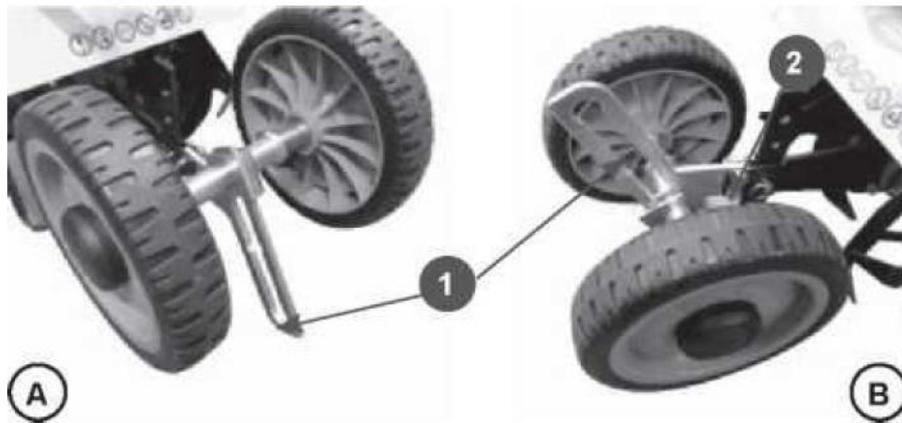

Рис. 2
УВАГА: з заводу культиватор поставляється з направляючою регулювання висоти коліс (1), встановленою регулюючим пазом з отворами вниз (транспортувальне положення Рис. 2А). При початковій збірці культиватора необхідно направляючу встановити пазом вверх (Рис. 2В).
Для цього необхідно відкрутити гайки та витягти болти (2) кріплення направляючої (Рис. 2А).